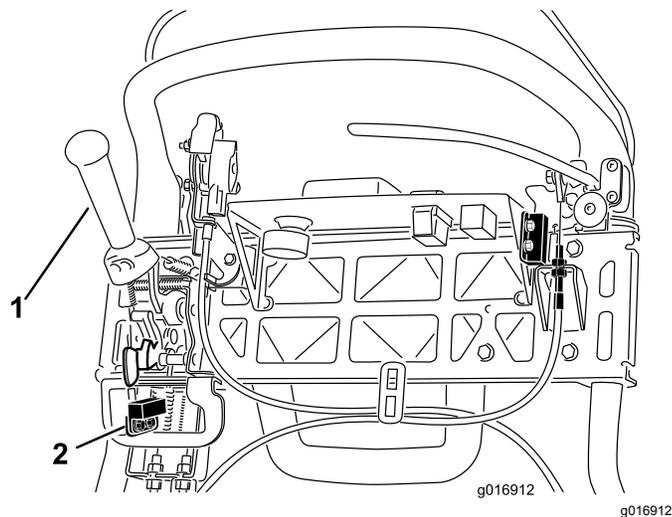

図 41
4. インタロックスイッチを固定しているねじをゆるめる 図 41。
5. 走行レバーとインタロックスイッチとの間に厚さ 1.6 mm のすきまゲージをはさむ 図 41。